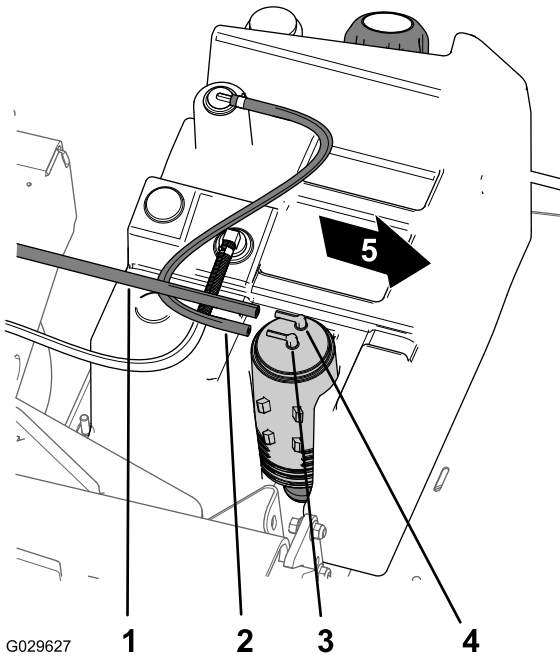

图 49
1. 从碳罐上标记为“净化”的接头上取下真空软管 图 49。
2. 从碳罐上标记为“油箱”的接头上取下燃油软管 图 49。
- 将真空软管连接到碳罐上标记为“净化”的接头上将燃油软管连接到标记为“油箱”的接头上图 49。